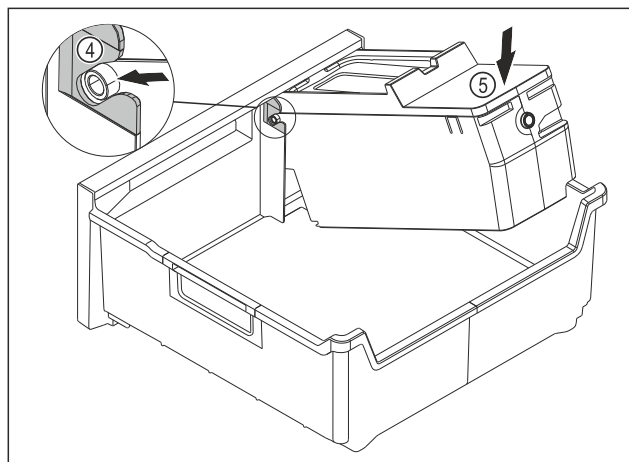

Fig. 176
- ▶ Uzstādiet EasyTwist-Ice korpusu: Iebīdiet EasyTwist-Ice korpusa asis vadotnēs Fig. 176 (4).
- ▶ Spiediet EasyTwist-Ice korpusu Fig. 176 (5) aizmugurē uz leju.